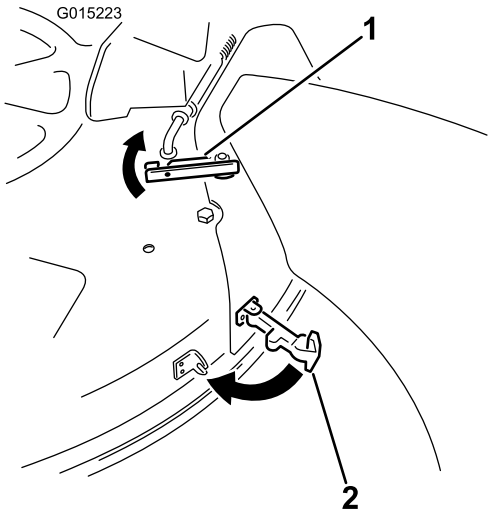

Figura 23
- En la parte superior del conducto, enganche el cierre superior alrededor de la varilla de giro del deflector, según se muestra en Figura 23.
- Sujete el conducto a la carcasa. Enganche el cierre flexible del conducto en el soporte de retención soldado a la carcasa del cortacésped, detrás del orificio (Figura 23).